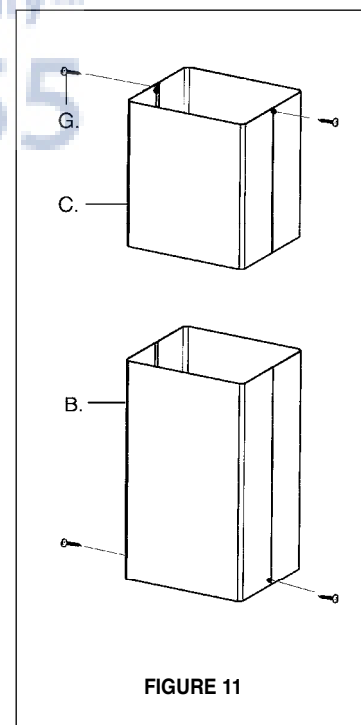

FIGURE 11
1. Le COUVERCLE CHEMINÉE SUPÉRIEURE (C de la FIGURE 11) se fixe avec les deux vis fournies (G de la FIGURE 11). Si en utilisant Le Haut Kit de Cheminée de plafond, utilisez Le COUVERCLE CHEMINÉE SUPÉRIEURE avec le kit. Fixer le COUVERCLE CHEMINÉE SUPÉRIEURE.
3. Le COUVERCLE CHEMINÉE INFÉRIEURE (B de la FIGURE 11) se fixe avec les deux vis fournies (G de la FIGURE 11). Fixer le COUVERCLE CHEMINÉE INFÉRIEURE.